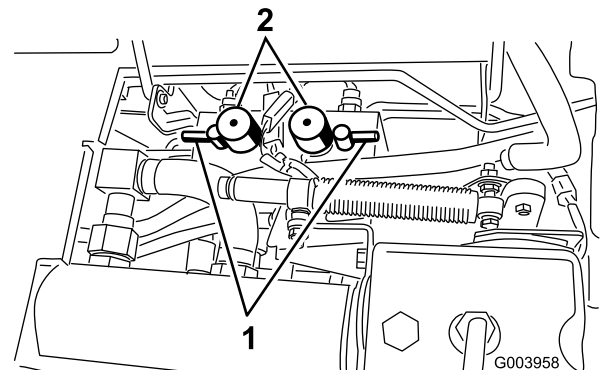

図 82
5. 両方のリール速度セレクトを 1 にセットする (図 82)。
6. バックラップスイッチで前のカッティングユニット又は後ろのカッティングユニット、あるいは両方を選択する（図 82）。